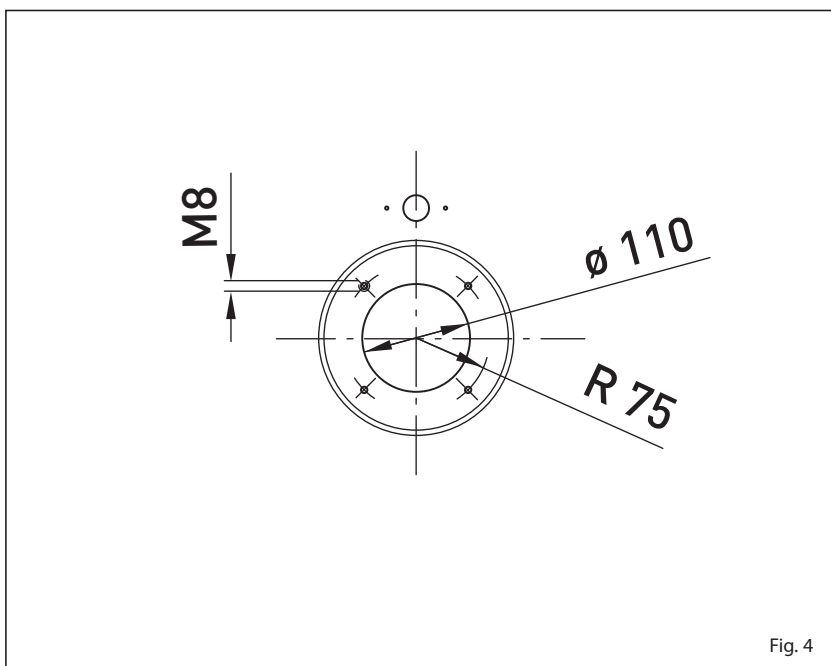

Fig. 4
1.7.2 Montering af brænderen (fig. 4)
Kedlens låge er klargjort til montering af brænderen (fig. 4).